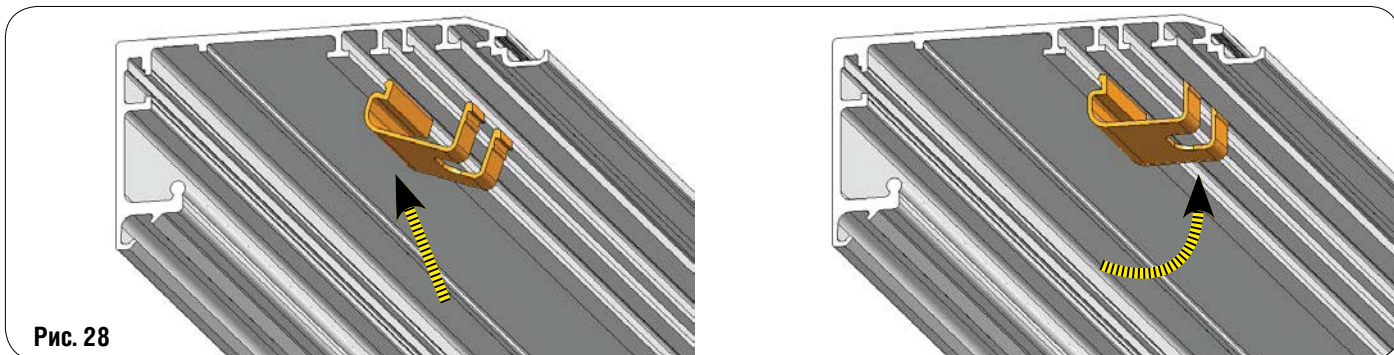

Рис. 28
Установите с помощью нажатия кабельные клипсы в гнездо профиля стенки привода как показано на рис. 28.
- Используйте кабельные каналы – размещенные соответствующим образом (рис. 28) – чтобы проложить кабели внутри профиля стенки привода, таким образом предотвращая их контакт с подвижными частями.